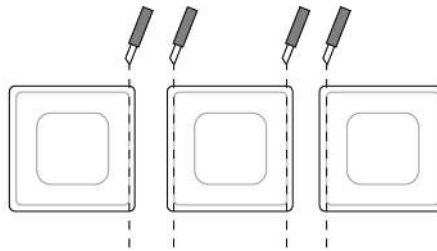

рисунок 3: Подрезание клейких ковриков в многоместном исполнении
- i** В многоместном исполнении стыки клейкого коврика необходимо подрезать вдоль внешней высечки с помощью линейки и ножа (рисунок 3).